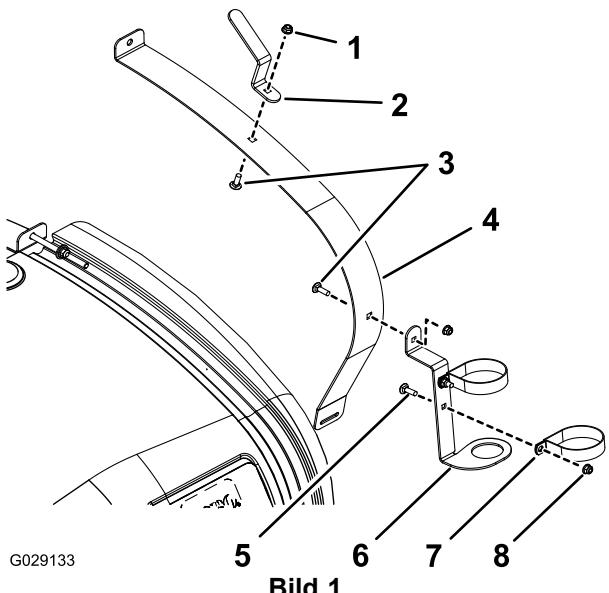
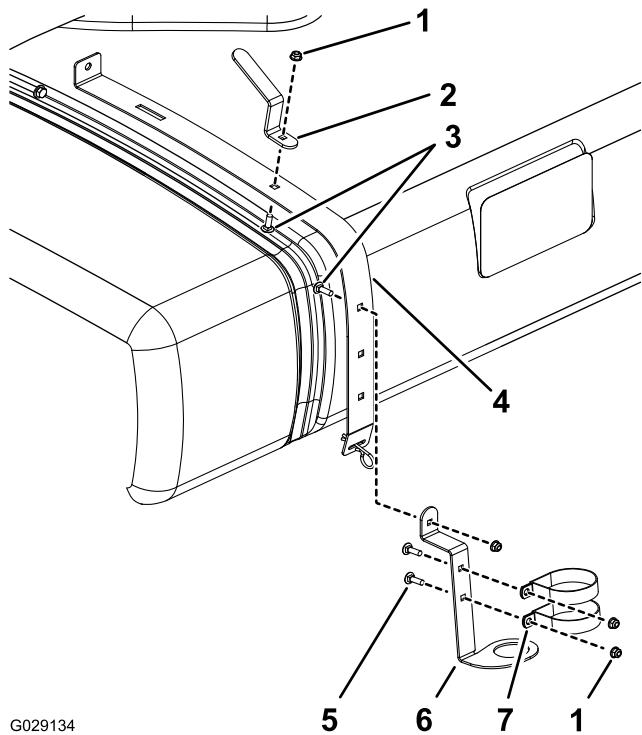

Bild 1
Bild 2
- Multi Pro 1750 und Multi Pro 5800: Lösen Sie den Riemen vorne rechts (Bild 1).
- Multi Pro WM: Lösen Sie den Riemen hinten rechts (Bild 2).
2. Befestigen Sie die R-Klemmen, die Spritzpistolenhalterung und den Schlauchhaken mit einer Schlossschraube, einer Flachscheibe und einer Bundmutter, wie in Bild 1 oder Bild 2 abgebildet.